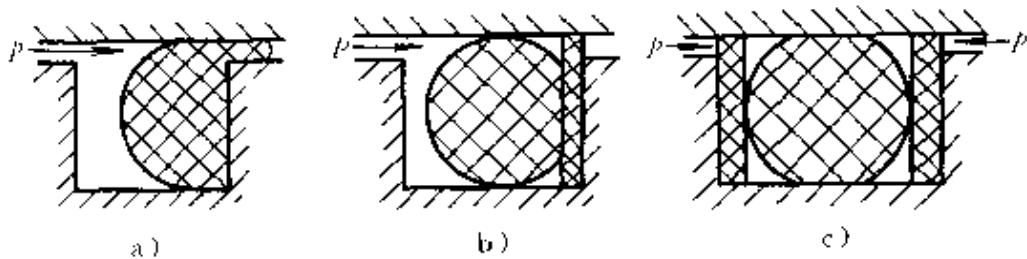

图 4-20 O 形密封圈保护挡圈的使用
① 安装 O 形密封圈时，要有一定的预压缩量，如果压缩量过小，则密封性能不好，反之则压缩应力增加，摩擦阻力变大，使密封圈在沟槽中产生扭曲，加快磨损，降低使用寿命。
② 用于动密封时，若缸内压力大于 10MPa，应当加挡圈，如图 4-20 所示，否则密封圈容易被挤出（见图 4-20a）。单向受压时，在受压力的对面加一个挡圈（见图 4-20b）；双向受压时，两侧都要加挡圈（见图 4-20c）。